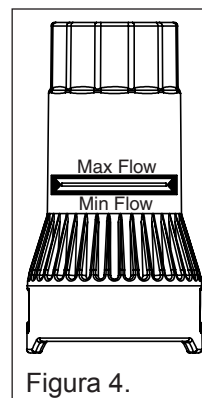

Figura 4.
3. Compruebe que el émbolo blanco (dentro del medidor de flujo) esté alineado dentro la caja de calibrador de caudal. **Véase figura 4.**